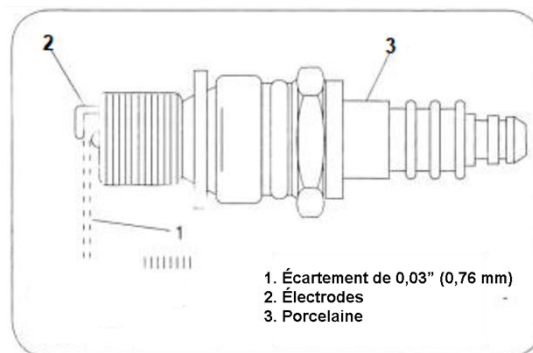

Fig 16
4. Vérifier l'écartement des électrodes avec une jauge d'épaisseur et régler l'écartement à 0,030 (0,76 mm), si nécessaire, voir Fig. 16.